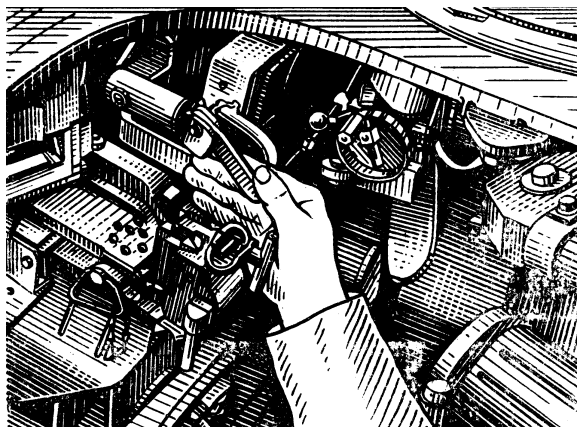

Рис. 30. Зняття (постановка) зі стопору спареної установки
- знімає зі стопору спарену установку, для чого обертає рукоятку стопора на лівому боці бронювання гармати вниз до фіксації (Рис. 30);